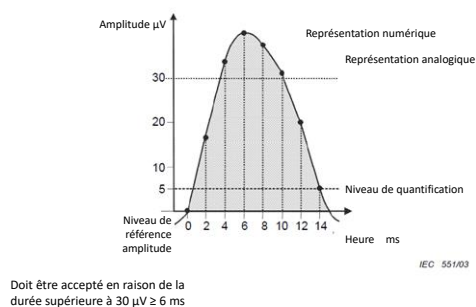

Figure 6 Détails de petite onde R acceptée
- la partie du signal pris en compte dévie au moins de 30 μV par rapport au niveau de référence pour une durée d'au moins 6 ms (voir figures 6 et GG) ;